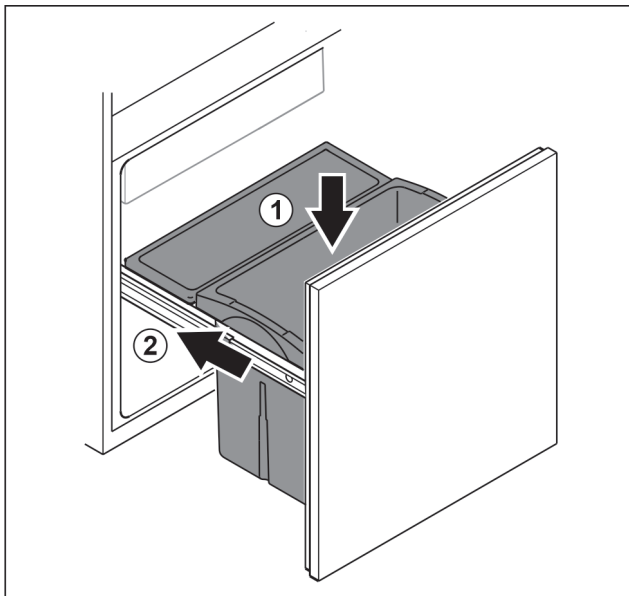

Fig. 101
- ▶ Coloque el cajón desde arriba. Fig. 101 (1)
- ▶ Introduzca el carro extraíble. Fig. 101 (2)